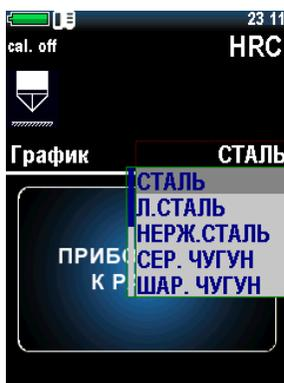

Рисунок 2.7 – Выбор материала
6. Выбрать нужный материал, из которого выполнен объект контроля, для чего нажатием клавиши «**MATERIAL**» открыть меню выбора (рис. 2.7), где клавишами «» и «» выбрать нужный материал (сталь, легированная сталь, нержавеющая сталь, серый чугун, высокопрочный чугун («ШАР. ЧУГУН»), алюминий, латунь, бронза, медь, пользовательский («ПОЛЬЗ. 1», «ПОЛЬЗ. 2»)).